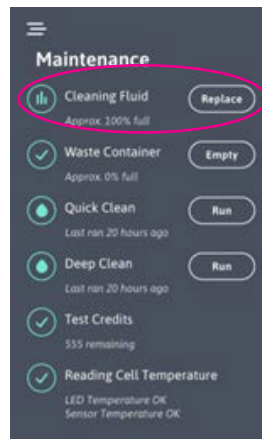

Figura 36
5. Prima o botão de reposição de Substituição do Fluido de Limpeza no submenu Manutenção para repor (Figura 36).